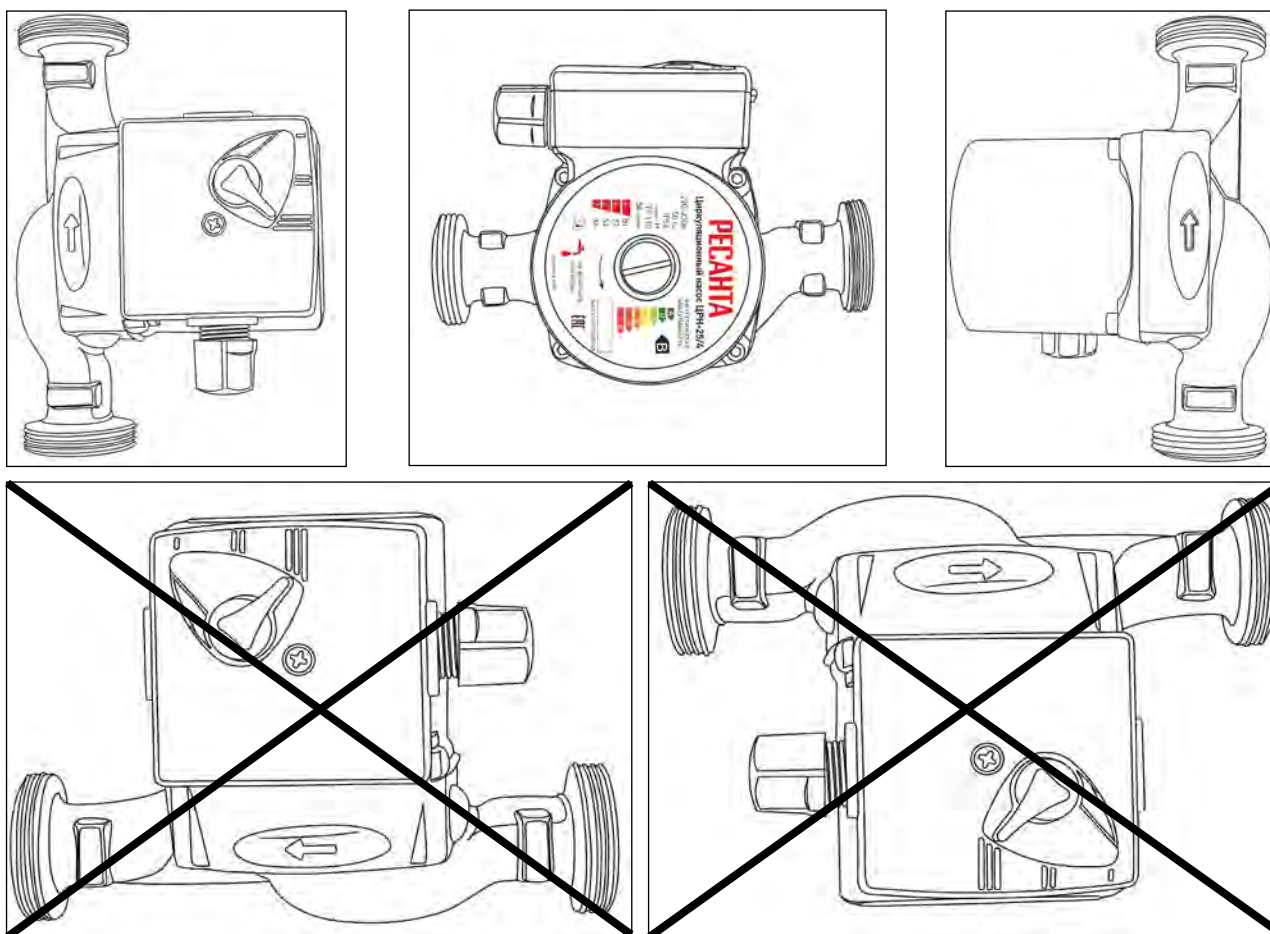

Рис. 3 Положения насоса при монтаже
*Циркуляционный насос следует устанавливать так, чтобы обеспечить положение оси вала насоса строго в горизонтальном положении, а конденсаторной коробки – сверху или с боку (рис.3)*
Стрелка на торце крышки указывает направление потока (рис.3).